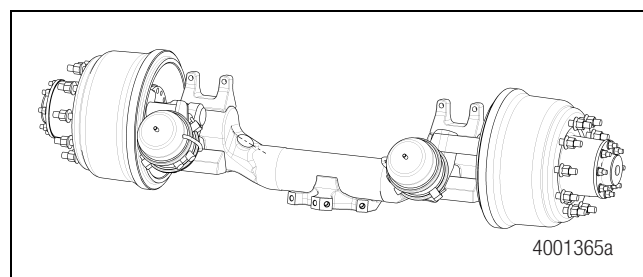

Figure 2.5
- Les essieux tubulaires concaves sont conçus pour les véhicules à plancher surbaissé. Figure 2.5.